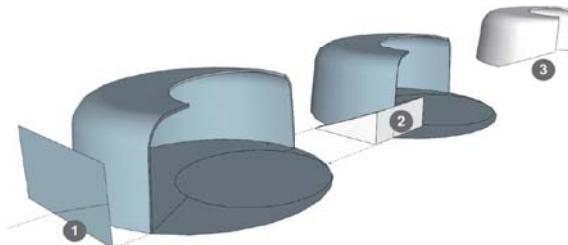

图 2.4.9 切割掉一个角
- (1) 在模型端部建立一临时立面, 根据造型设想画出斜线, 如图 2.4.9 ①所示。
(2) 用推拉工具拉出这个三角形后做模型交错，如图 2.4.9 ②所示。
(3) 删除多余的废线面后，建模任务完成，成品如图 2.4.9 ③所示。